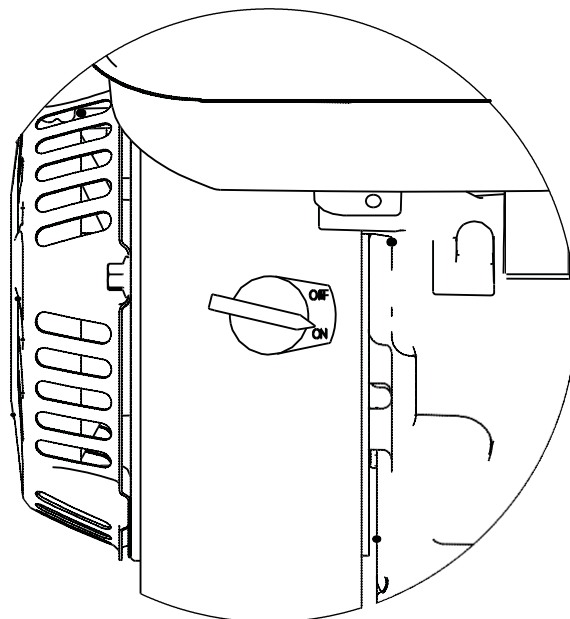

Рисунок 6
7. Установите выключатель «On/Off» в положение «On» («Вкл.»). **СМ. РИСУНОК 6.**